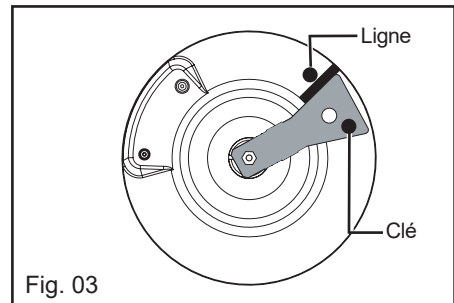

Fig. 03
– Au-dessus d'un meuble vide ou d'un tiroir (Fig. 03).
- Tournez la clé dans le sens des aiguilles d'une montre jusqu'à ce que la ligne apparaisse de l'autre côté (Fig. 03).